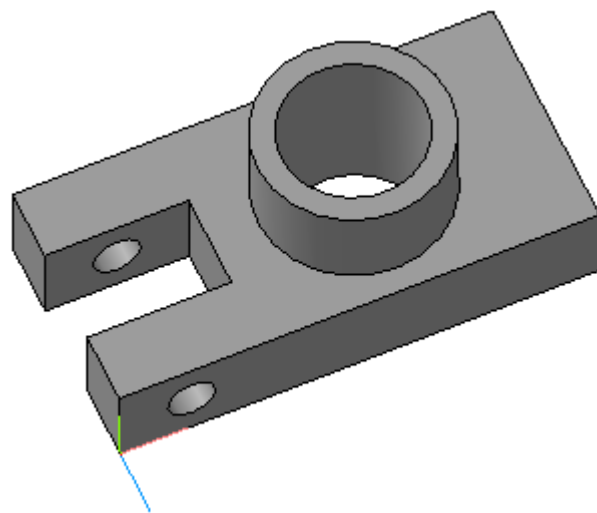

Рис. 17. Деталь. Направляющая
-  – вырежьте выдавливанием **Через все** (рис. 17);